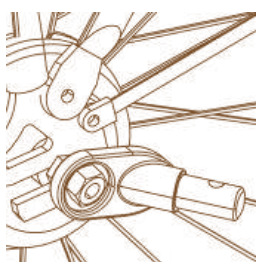

Figura 12
- 2. Asse con dado:** svitare il dado con la rondella dal lato sinistro del perno posteriore della bici. Installare il gancio sul perno e riavvitare il dado con la rondella (Figura 12).